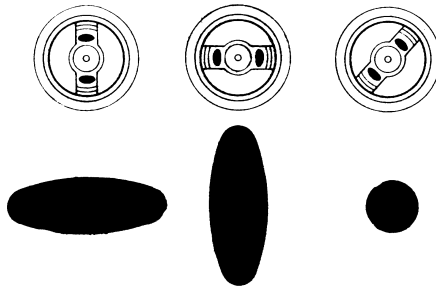

Abbildung 3: SpritzstrahlformEinstellung
- Sehen Sie hierzu Abbildung 3.